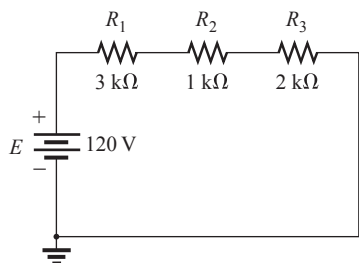

Figura 5.97 Problema 13.
13. Para o circuito na Figura 5.97, construído de resistores de valor-padrão: